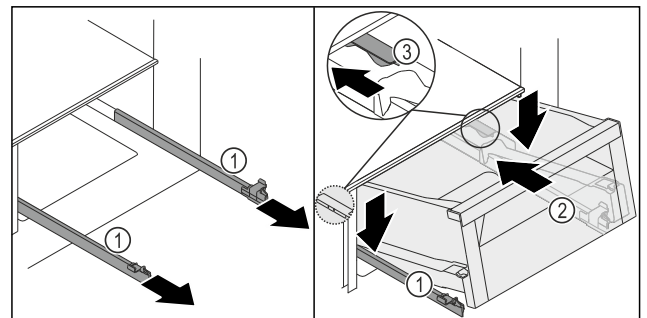
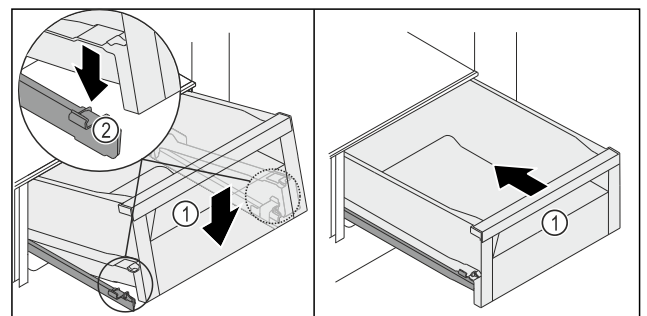

Fig. 95
Fig. 96
- ▶ Schienen Fig. 95 (1) festhalten und Schubfach Fig. 95 (2) von oben hinter dem Stopper Fig. 95 (3) auf den Schienen Fig. 95 (1) aufsetzen.
- ▶ Schubfach Fig. 95 (2) auf den Schienen Fig. 95 (1) bis zum Anschlag nach hinten schieben.
- ▶ Schubfach Fig. 95 (2) vorne absenken, so dass Schubfach links und rechts in die Klemme Fig. 96 (2) rutscht.
- ▶ Schubfach Fig. 96 (1) rastet hörbar ein.
- ▶ Schubfach Fig. 96 (1) einschieben.